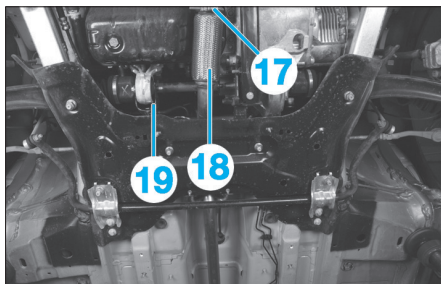

Fig. 8
- Déposer le collier (17) (Fig.8).
- Ecarter le flexible d'échappement (18).
- la biellette anticouple (19),